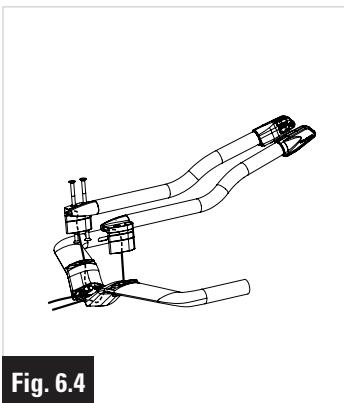
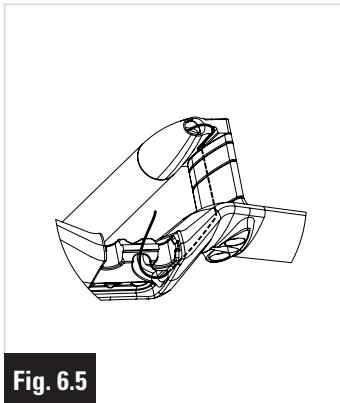

Fig. 6.4
Fig. 6.5
- 3- **Assemblaggio delle prolunghes sul manubrio.** Far passare i fili nelle sezioni oblunghe a livello del fissaggio dei supporti prolunghes fino ai fori centrali del manubrio (Fig. 6.4). Tendere i fili nelle prolunghes, e posizionarli nella scanalatura dei supporti prolunghes (Fig. 6.5). Tendere ancora i fili nel manubrio e avvitare i supporti prolunghes sul manubrio.